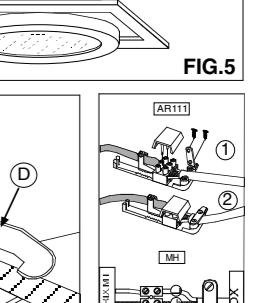

FIG.6
tighten the screws inside the housing with a 3mm. key (FIG.6).
- Inserire l'apparecchio C nel cassetto A e fissarlo tramite le apposite viti in dotazione (FIG.6).